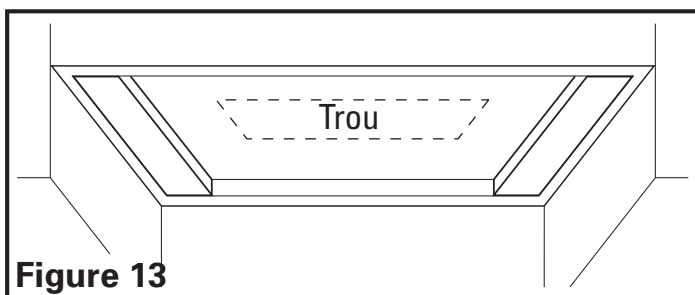

Figure 13
4. Marquez l'emplacement où l'adaptateur de sortie (disponible séparément) sera situé sur les armoires et coupez un trou de diamètre d'environ 2,5 cm plus grand sur tous les côtés que l'adaptateur de sortie (**Figure 13**).